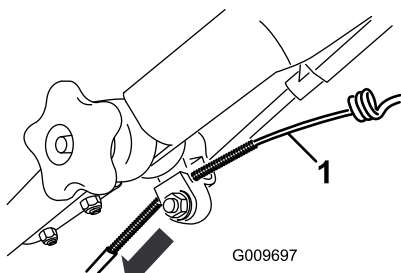

Figura 43
3. Tire hacia abajo de la cubierta del cable hasta eliminar la holgura en el cable expuesto (Figura 43).